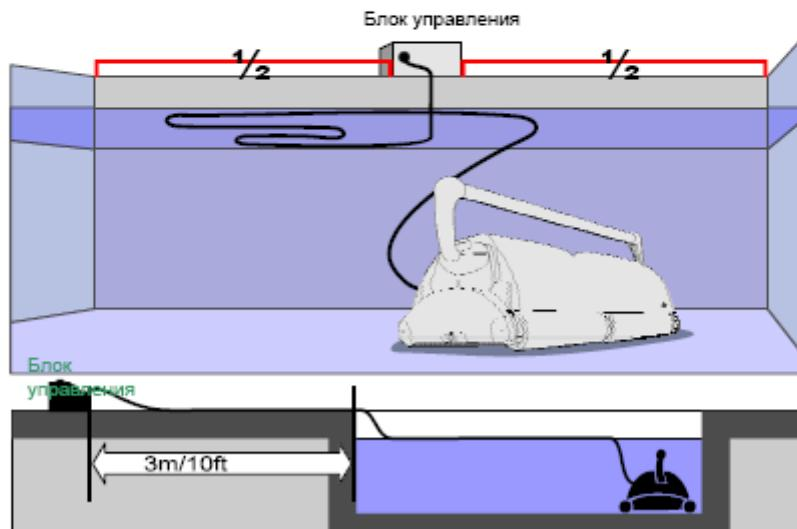

Рис. 1
Блок управления должен располагаться в защищенном месте на расстоянии не менее 3 метров (10 футов) от бортика бассейна. Не подвергайте блок управления воздействию дождевых осадков, не оставляйте его в водяных лужах. По возможности, располагайте его посередине продольной стены бассейна (см. рис. 1). Это позволит работе добраться до всех зон очистки, эффективно используя длину плавающего кабеля. Входящий в комплект поставки блок управления настроен на ОДНО входное напряжение из двух возможных:
- 4) Размотайте плавающий кабель и распределите его по поверхности воды как можно более равномерно. Убедитесь в том, что кабель не перекручен и не перегнут (см. рис. 1).